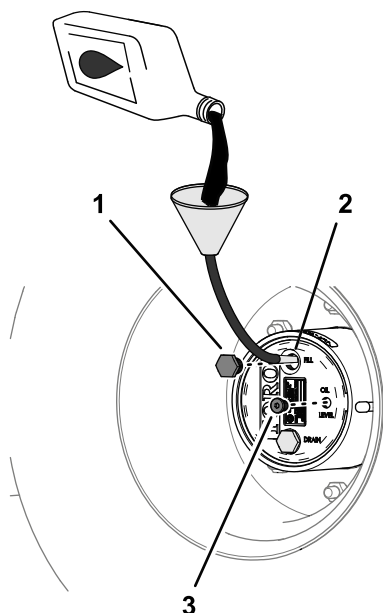

Figura 87
4. Si el nivel de aceite es bajo, retire el tapón de llenado y añada aceite del tipo especificado hasta que empiece a salir del orificio del tapón de verificación (Figura 87).
6. Instale el tapón de llenado y el tapón de verificación (Figura 87).
1. A través del orificio del tapón de llenado, añada lentamente lubricante para engranajes del tipo especificado; consulte la Figura 87 en Comprobación del lubricante de la transmisión planetaria (página 69).
3. Instale el tapón de llenado y el tapón de aceite; consulte la Figura 87 en Comprobación del lubricante de la transmisión planetaria (página 69).